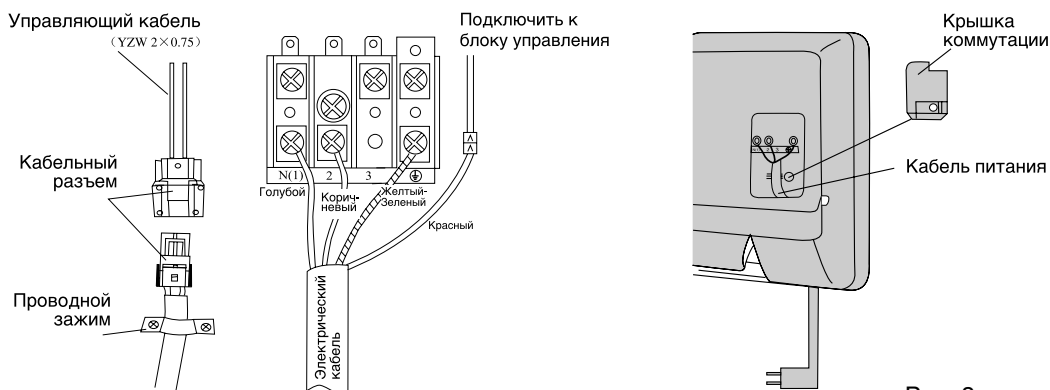

Рис. 3
2. Снимите крышку коммутации (рис. 3).
4. Подключите синий провод кабеля питания к клемме "N(1)", коричневый – к клемме "2", желто-зеленый (провод заземления) – к клемме со знаком заземления, как показано на рис. 3. Для кондиционеров работающих в режиме тепло/холод кроме того подключите красный провод к контроллеру и закрепите с помощью винта.